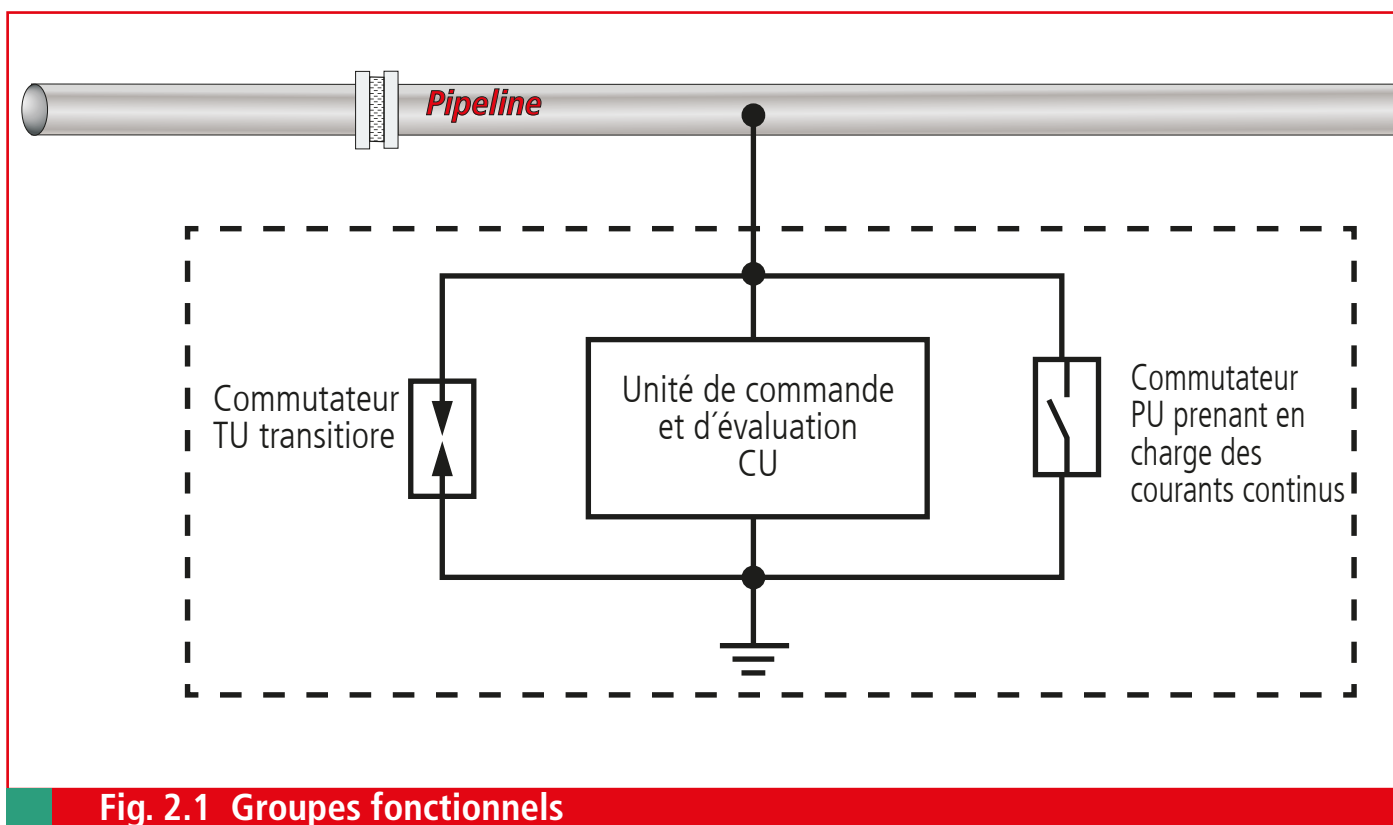
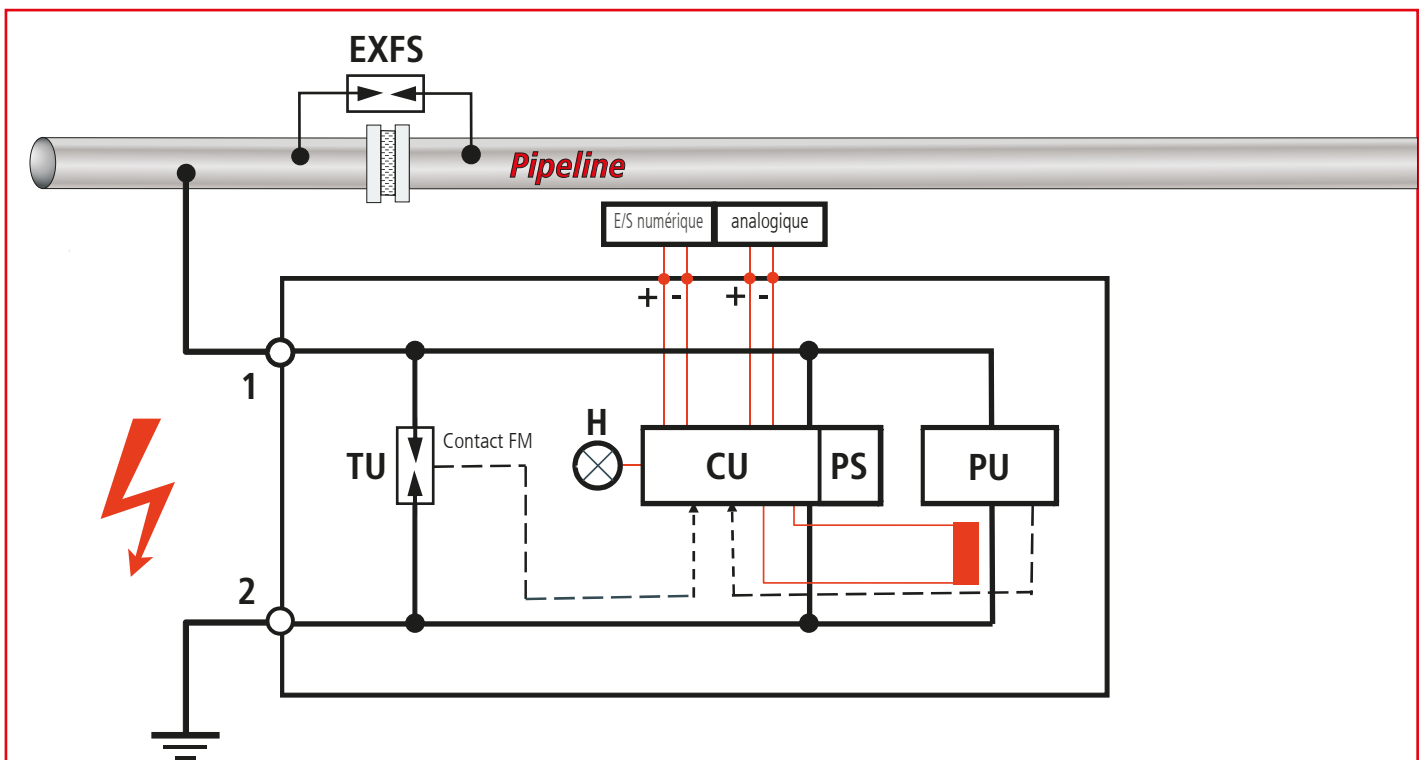

Fig. 2.1 Groupes fonctionnels
Fig. 2.2 Unités fonctionnelles
Le **VCSD** - **v**oltage-**c**ontrolled **s**mart decoupling **d**evice - est utilisé dans des systèmes électriques avec un degré de distribution et d'interconnexion élevé qui sont influencés par des tensions extérieures de différentes sources de perturbation (p.ex. des systèmes haute tension, des systèmes d'alimentation de courant de traction, des systèmes de basse tension, des influences de la foudre) ; (voir fig. 2.1 et fig. 2.2, page 6).
Les surtensions transitoires et temporaires / de longue durée ne peuvent pas être limitées efficacement par un seul composant dans la plage de temps correspondante. Les composants permettant de limiter des transitoires à haute énergie, qui apparaissent sous les effets de foudre, sont dotés d'éclateurs haute performance. Le court temps de réponse (généralement 100 ns) et le pouvoir de dissipation de l'énergie dans la plage μs (p.ex. plusieurs 10 kA (10/350 μs)) font partie des principales caractéristiques des éclateurs. Les processus de dissipation de plus longue durée (plage de longue durée ou temporaire) engendrent quant à eux une surcharge thermique. C'est pourquoi un « circuit de décharge » doit « prendre en charge » le processus de dissipation en présence de tels processus ; en d'autres termes, le courant de fuite doit intégralement être commuté sur le « circuit de décharge » via l'éclateur, dès que la surtension dépasse la plage de temps transitoire. Sur le VCSD 40 IP65, ce circuit de décharge (PU) est composé de semi-conducteurs de puissance qui sont commutés de transitoire à temporaire / longue durée via un dispositif automatique d'évaluation de coordination. Le dispositif automatique d'évaluation (CU) évalue différents signaux de capteurs et coordonne ainsi l'interaction des différentes unités fonctionnelles (voir fig. 2.2).